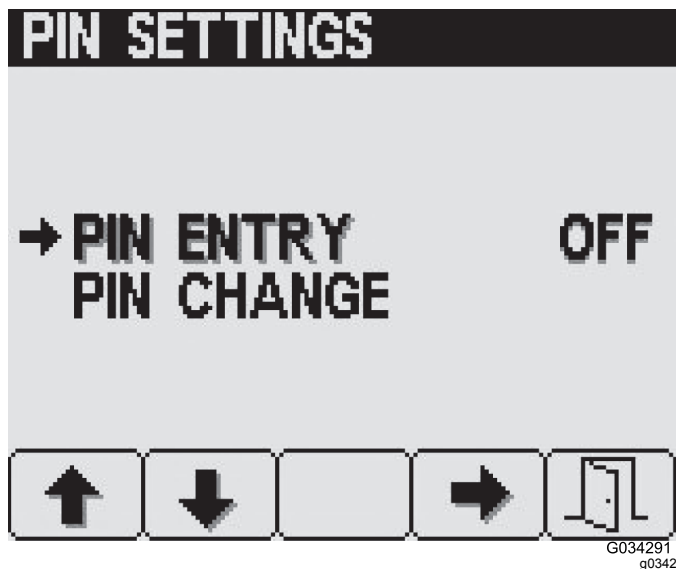

Рисунок 33
3. На экране PIN Settings (Настройки ПИН-кода) нажмите кнопку 4, чтобы выбрать пункт PIN Entry (Ввод ПИН-кода), а также включить (ON) или выключить (OFF) ПИН-код (Рисунок 33).